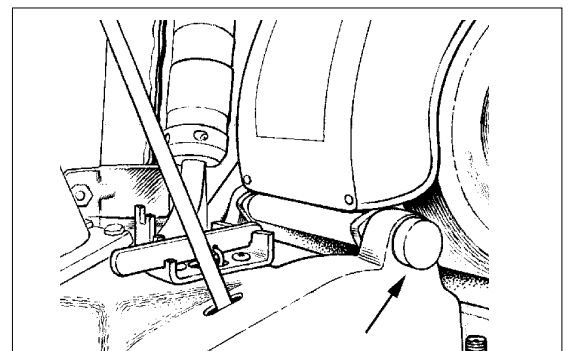

Figura 8
- Desatornille las perillas de montaje del motor para aflojar el motor. (Consulte la figura 8)